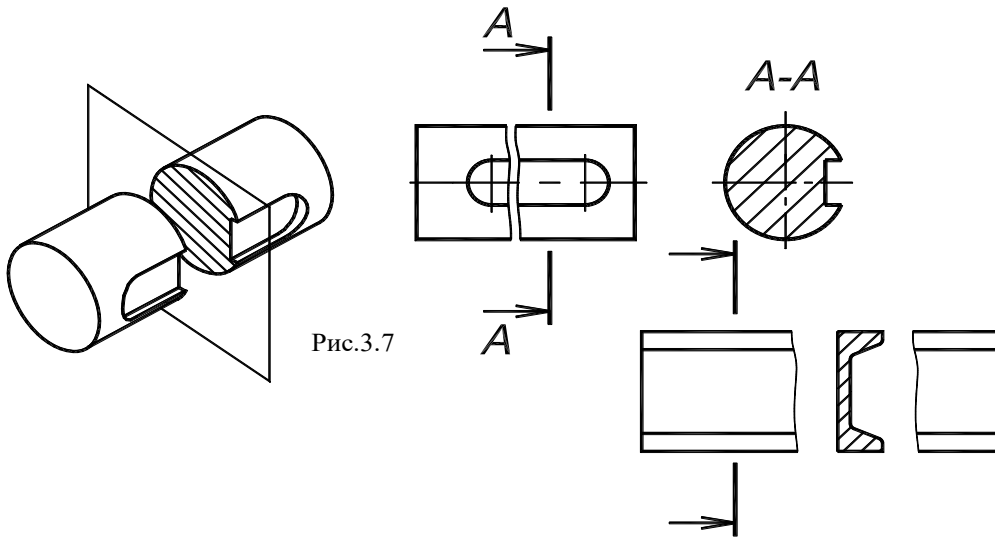

Рис.3.7
**Сечение** - изображение фигуры, получающейся при мысленном рассечении предмета одной или несколькими плоскостями. На сечении показывается только то, что получается непосредственно в секущей плоскости (рис.3.7, 3.8).
Сечения заштриховывают в соответствии с ГОСТ 2.306-68. Контур вынесенного сечения, а также сечения, входящего в состав разреза, изображают сплошными основными линиями, а контур наложенного сечения - сплошными тонкими линиями (рис.3.7, 3.9).
В случаях, подобных указанному на рис.3.9 (при симметричной фигуре сечения), линию сечения не проводят. Во всех остальных случаях для линий сечения применяют разомкнутую линию с указанием стрелками направления взгляда (рис.3.8, 3.10). У начала и конца линии сечения ставят одну и ту же прописную букву русского алфавита (рис.3.7, 3.11, 3.12).
Сечение сопровождают надписью по типу "А-А" (рис.3.7, 3.11, 3.12).